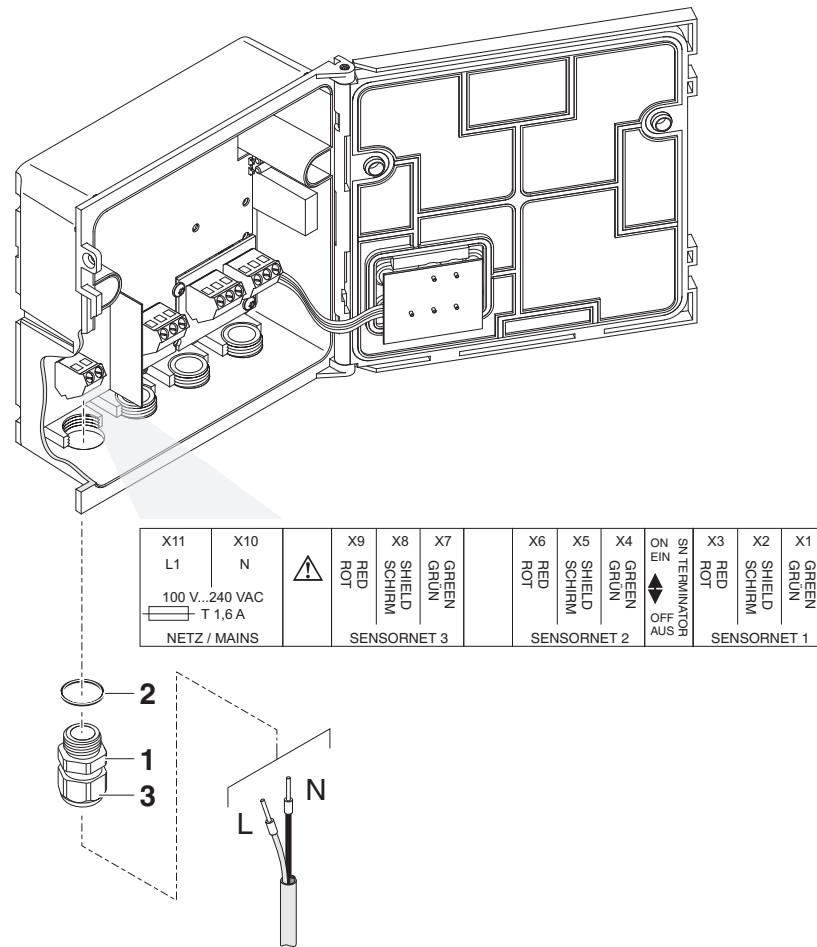

Bild 3-2 Netzzuleitung anschließen.
- 6 Die Kabelverschraubung (Pos. 1 in Bild 3-2) mit dem Dichtring (Pos. 2) ganz links in das Modulgehäuse einschrauben.